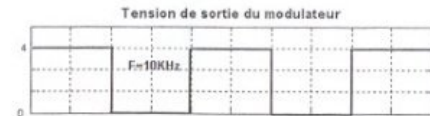

Figure 3a
I.1.a) La tension issue du modulateur varie entre 0 et 4v (figure 3a) , expliquer le fonctionnement de l'émetteur .